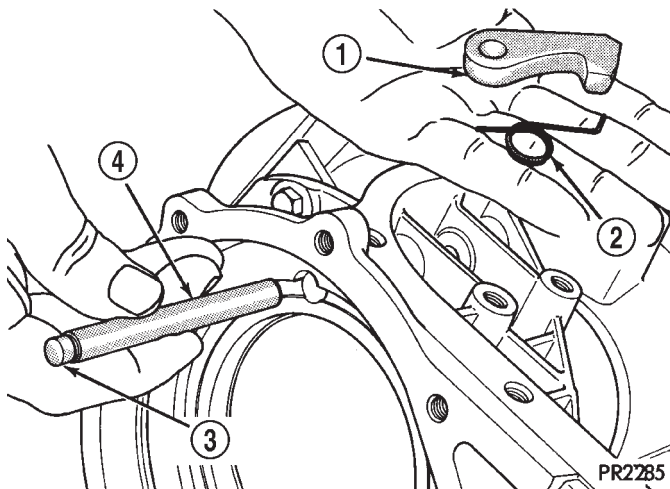

Fig. 61 Trinquete de estacionamiento, muelle de retroceso y eje de pivote
(21) Instale el trinquete de estacionamiento, el muelle y el eje de pivote (Fig. 61).